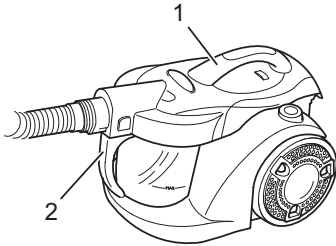

Abb. 14
- Zum **Transport** können Sie den Bodenstaubsauger am Tragegriff (Abb. 14/1) oder dem Transportgriff (Abb. 14/2) tragen.